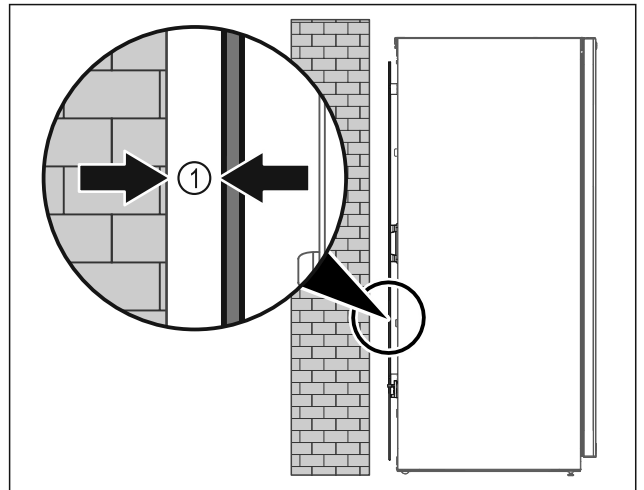

Fig. 9
- ▶ Still opp apparatet enten fritt i rommet eller direkte på en vegg med en minimumsavstand på 5 mm Fig. 9 (1).